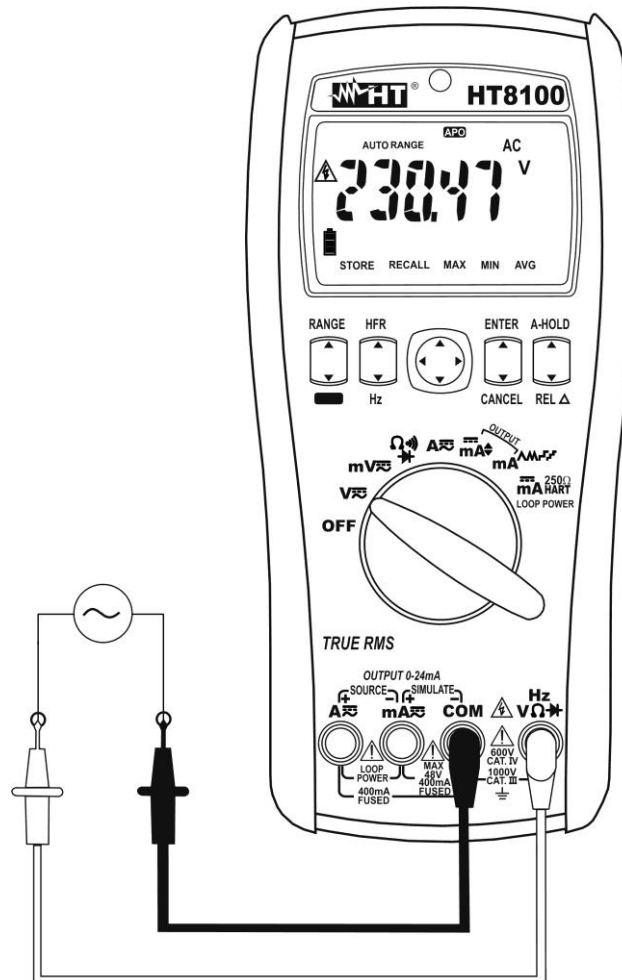

Fig. 3: Uso do instrumento para a medição de Tensões CA
4. Inserir o cabo vermelho no terminal de entrada **HzV $\Omega$**  e o cabo preto no terminal de entrada **COM** (ver Fig. 3).